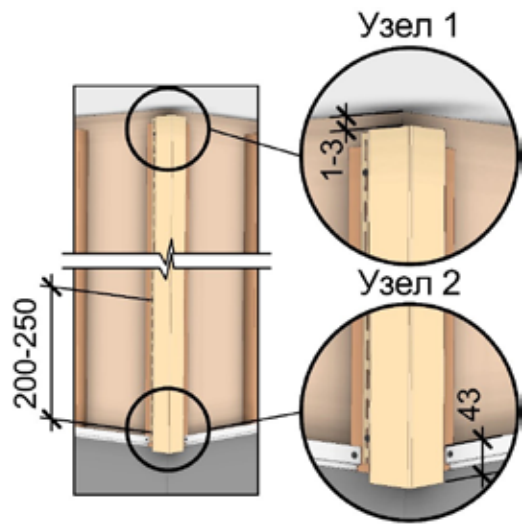

Рис. 5 Установка внешних углов
- При монтаже вертикальных профилей первый саморез должен фиксировать профиль в верхней части первого попадающего целиком на обрешётку монтажного отверстия (рис. 5, узел 1).
- Вертикальные профили необходимо устанавливать с зазором, компенсирующим температурные расширения, от 1 до 3 мм в верхней части (рис. 5, узел 1) и от 1 до 6 мм в нижней части.
Внешние углы необходимо устанавливать таким образом, чтобы их верхняя часть была на 1-3 мм ниже ограничивающей плоскости, а нижняя часть на 43 мм ниже верхнего края стартового профиля панелей сайдинга Docke LUX BERGART. Профили следует крепить к обрешётке саморезами (п.2) с шагом 200-250 мм (рис. 5).